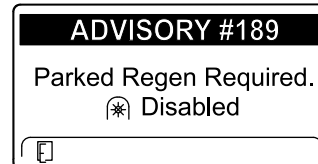

Figure 54
- Si vous n'exécutez pas de régénération en stationnement dans un délai de 2 heures, l'InfoCenter affiche ADVISORY #189 (avis n° 189) pour demander une régénération en stationnement – prise de force désactivée (Figure 54).